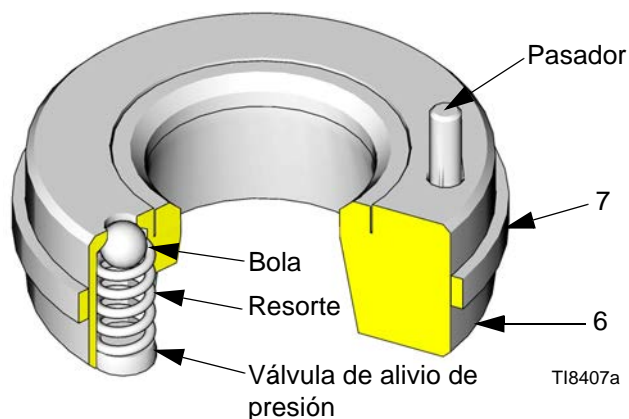

FIG. 6. Asiento de entrada con válvula de alivio de presión
4. Instale el asiento de entrada de la válvula de alivio (6) en el lado izquierdo de la carcasa de entrada (15), como se ve en la FIG. 4 y la FIG. 5. (El texto moldeado en la carcasa de entrada identifica la posición correcta del asiento de la válvula de alivio.) El pasador (P) del asiento debe apuntar hacia la carcasa. El pasador limita el posicionamiento del asiento y asegura que el venteo no está bloqueado por parte de la carcasa. Vea la FIG. 6.